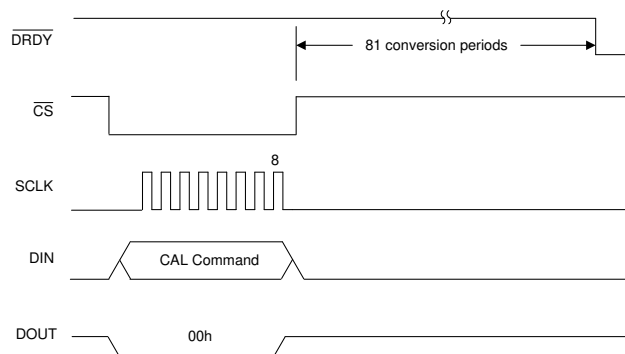

図 7-21. 校正コマンド
- OFSCAL コマンド。コマンドが送信された後、 $\overline{\text{DRDY}}$ は 81 変換時間後に Low に駆動され、較正が完了したことを示します。オフセットレジスタは、新しい較正值に更新されます。図 7-21 に示すように、最初のデータ出力では新しいオフセット値が使用されます。
- GANCAL コマンド。正の dc フルスケール較正電圧を印加します。コマンドが送信された後、 $\overline{\text{DRDY}}$ は 81 変換時間後に Low に駆動され、較正が完了したことを示します。ADC は、印加された較正信号とフルスケール コードが等しくなるようにゲインを計算します。図 7-21 に示すように、最初のデータ出力は新しいゲイン値を使用します。